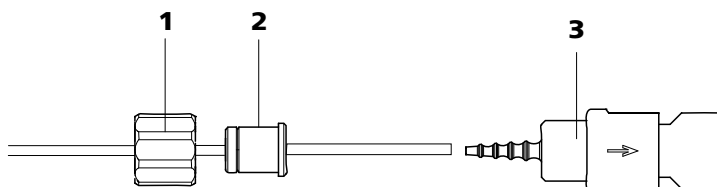

Abbildung 22 Instalar a conexão do tubo de bomba com filtro
- **Possibilidade A:** uma conexão do tubo de bomba **com filtro** 6.2744.180 (*siehe Abbildung 22, Seite 43*) ou